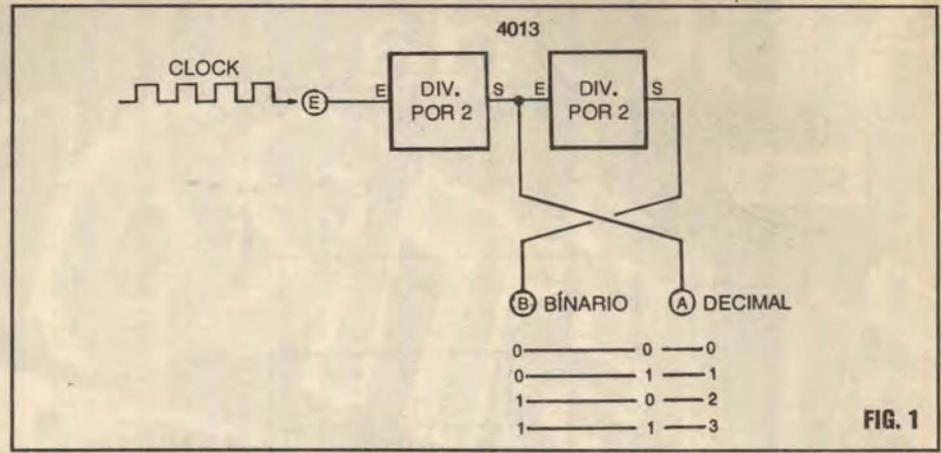
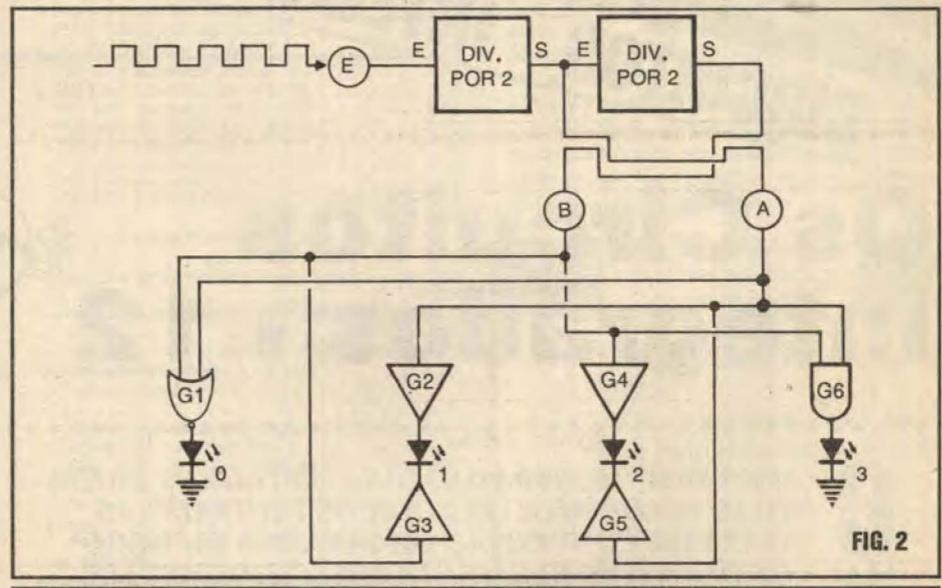

FIG. 1
FIG. 2
- FIG. 1 - RECORDANDO OS CONTADORES BINÁRIOS ELEMENTARES... - Conforme estudamos na "Aula" 24, se "enfileirarmos" dois blocos BIESTÁVEIS, divisores por 2 (como os dois **flip-flops** contidos num único Integrado C.MOS 4013, podemos, pelos "estados" ou níveis apresentados nas duas Saídas
- FIG. 2 - UM DECODIFICADOR BINÁRIO/DECIMAL ELEMENTAR...
- Vimos, na FIG. 1, um diagraminha de conjunto contador simples, capaz de indicar nas suas Saídas, "binariamente", as quantidades de "zero" até "três"... Podemos traduzir as indicações obtidas no dito arranjo, através do conjunto lógico esquematizado na FIG. 2...! Observem que, apenas no papel de DECODIFICADOR, precisamos de 6 gates de diversos tipos, graças a aquelas TABELAS VERDADE torna-se possível a tradução, de modo que, como indicação final, tenhamos uma leitura imediata em barra de LEDs (quatro LEDs), significando cada um, da esquerda para a direita, 0, 1, 2 e 3 (já em decimal...)! Observem, por um instante, os conjuntos de dígitos em binário (na figura anterior...) representativos das mencionadas quantidades, e vamos então acompanhar "o que acontece" durante a DECODIFICAÇÃO: